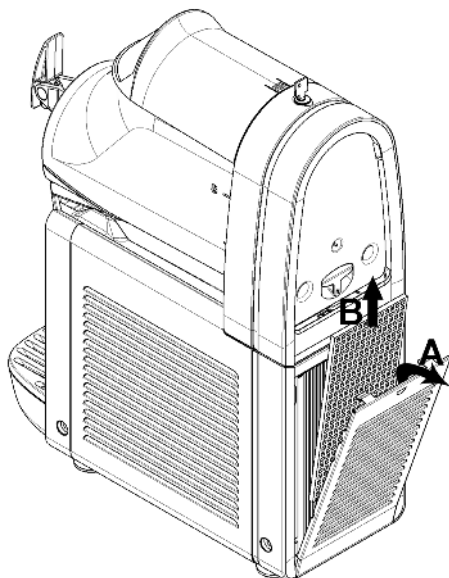

figura 21
**3** Cada mes: eliminar el polvo acumulado en el filtro del condensador situado en el lado posterior de la máquina (ver figura 21).